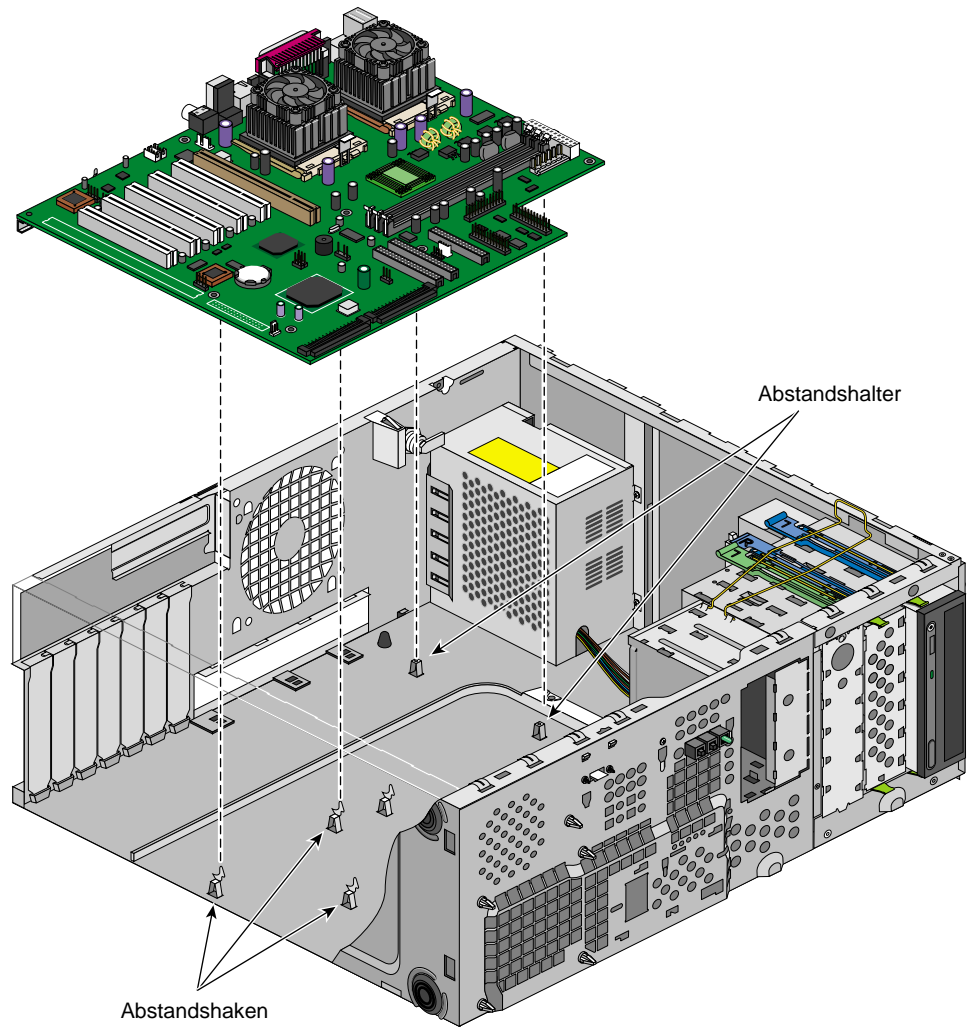

Abbildung 2-24 Aufsetzen der Systemplatine auf die Abstandshaken
4. Setzen Sie die Systemplatine so auf die Abstandshaken, dass sich diese in die entsprechenden Löcher in der Systemplatine einführen lassen. Abbildung 2-24 veranschaulicht das Vorgehen.